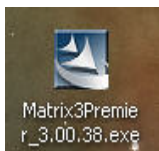

Рис. 3
3. Нажмите дважды на значок Matrix3Premier.exe (Рис. 3).